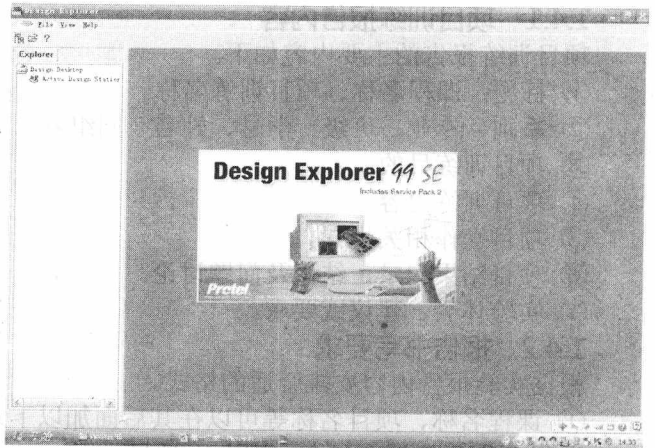

图 1-10 Protel 99 SE 启动界面
② 弹出 Protel 99 SE 启动界面，如图 1-10 所示，进入 Protel 99 SE 主界面。
在图 1-10 中, 将 Protel 99 SE 整个界面进行划分, 可划分为项目管理区和项目编辑区。上面项目管理区包括菜单栏和工具栏。